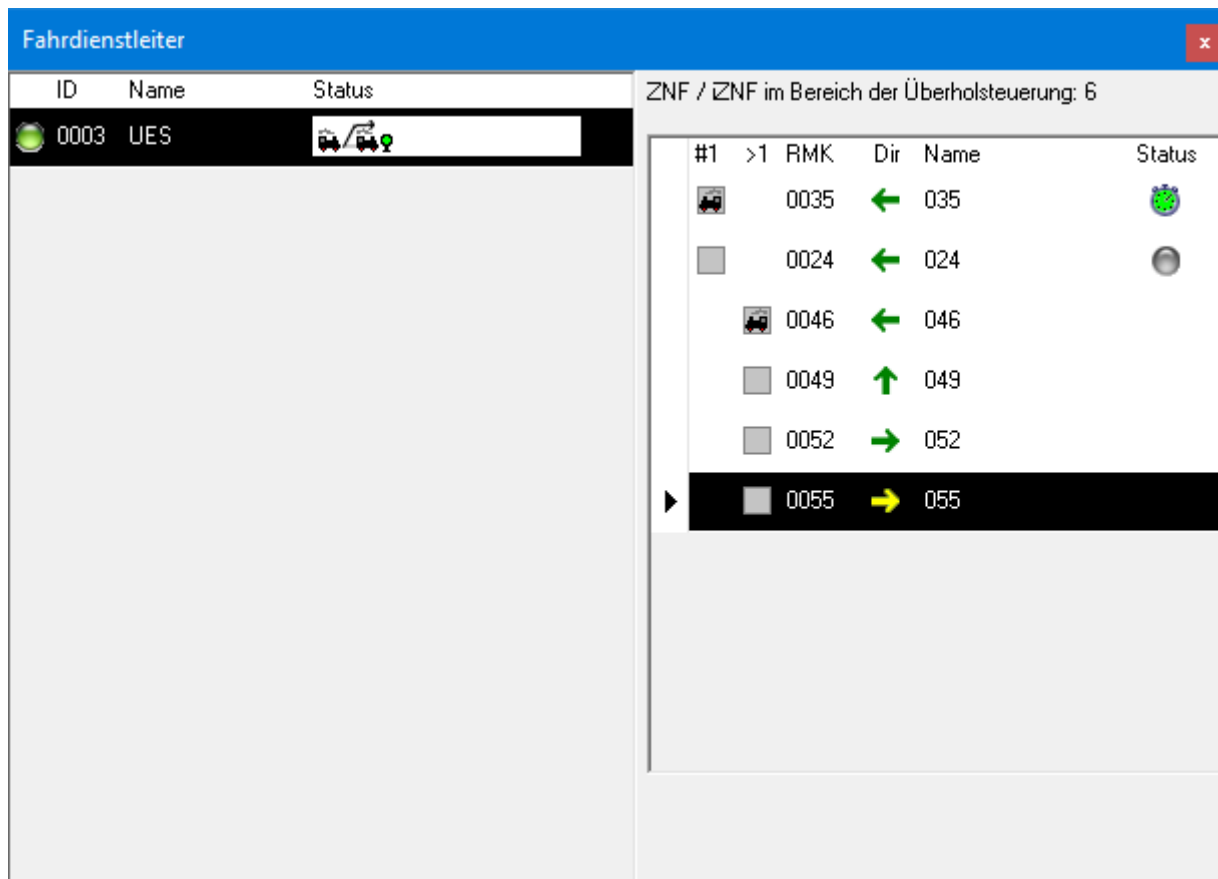

Abb. 6.4
4. Ist die Zeit abgelaufen und der Zug hat das ZNF nicht verlassen, dann wird er vom FDL nicht mehr gesperrt. Ist das der Fall, dann wird im erweiterten Staus eine grüne Uhr eingeblendet (Abb. 6.4).